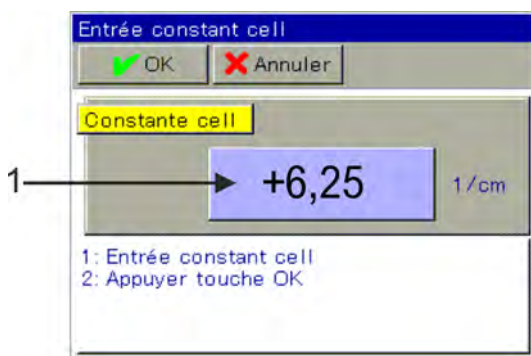

Fig. 76 : Pour la saisie, appuyer sur le bouton (pos. 1)
6. ➤ Saisissez la constante de cellule du capteur (6,9) et confirmez en appuyant sur « OK ». (Voir Fig. 76 .)